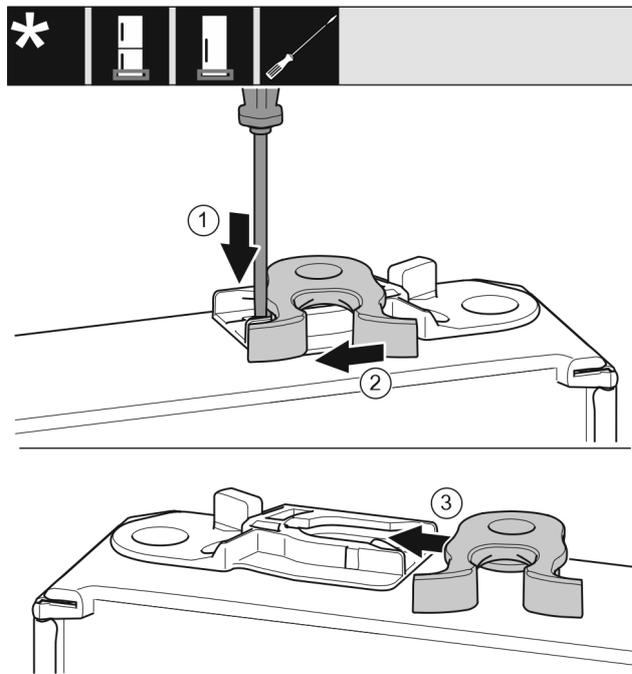

Fig. 20
- ▶ Pousser la languette Fig. 20 (1) vers le bas avec un tournevis plat.
- ▶ Retirer la gâche Fig. 20 (2) du guide.
- ▶ Pousser la gâche Fig. 20 (3) de l'autre côté dans le guide.